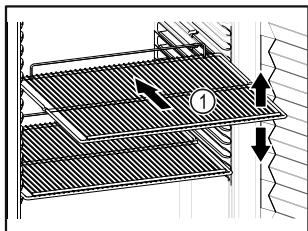

Fig. 60 Примерно изображение
- Ако стелажите за съхранение Fig. 60 (1) могат да се местят, регулирайте ги според височината.